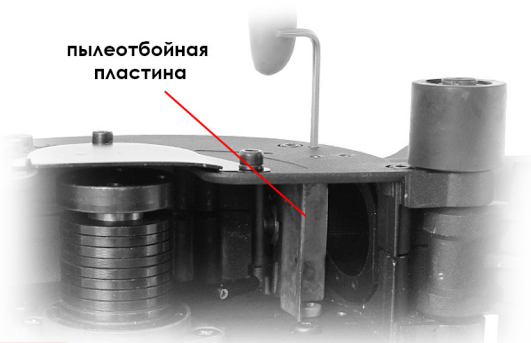

Рис.6
3. Установите нужную пылеотбойную пластину, закрепив её двумя винтами с внутренним шестигранником (Рис. 6).